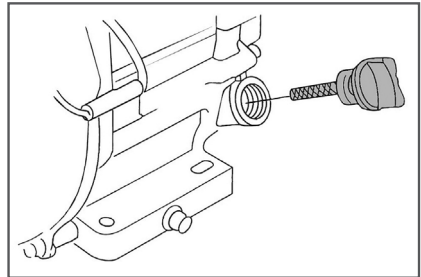

Рис. 7 Крышка-щуп маслозаливной горловины
3. Открутите крышку-щуп маслозаливной горловины и извлеките щуп (Рис. 7).
3. Выкрутите крышку-щуп маслосазливной горловины и извлеките щуп (Рис. 7).